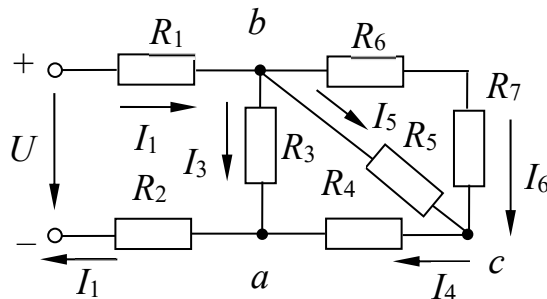

Рисунок 3 – Электрическая цепь постоянного тока
**Задача.** Определить токи и напряжения на отдельных участках схемы (рисунок 3), если напряжение на входе  $U = 240$  В, а сопротивления резисторов  $R_1 = R_2 = 0,5$  Ом;  $R_3 = R_5 = 10$  Ом;  $R_4 = R_6 = R_7 = 5$  Ом. Определить мощность  $P$ , потребляемую электрической цепью.